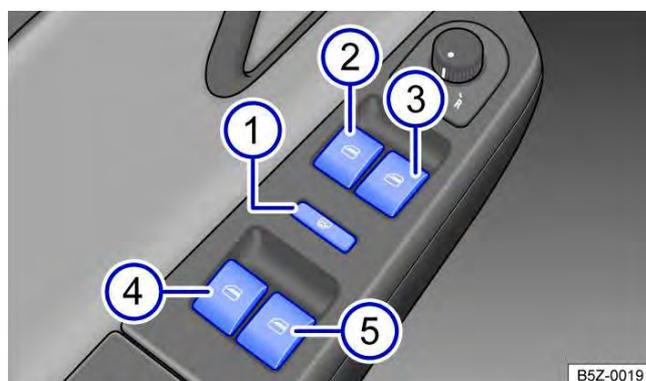

Fig. 61 Na porta do condutor: teclas dos vidros elétricos dianteiros.
Legenda para → Fig. 61:
A tecla de segurança → Fig. 61 ① desativa as teclas dos vidros elétricos nas portas traseiras. Com isso, a luz de controle amarela na tecla se acende.